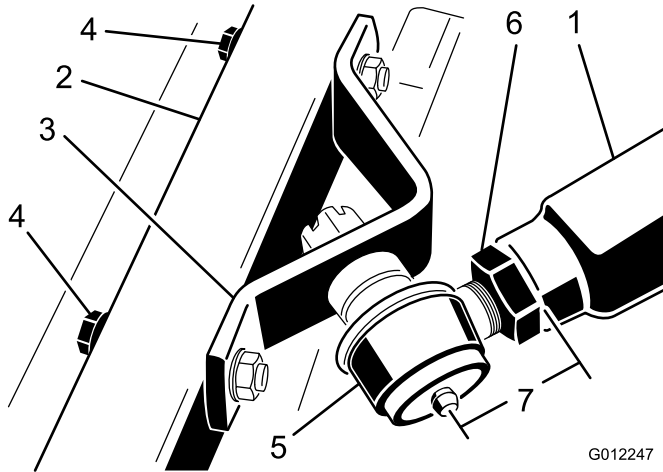

図 6
3. 右側プッシュアームの端部から、ボールジョイントの中心（グリスニップル）までの距離を測定する（図 6）。この距離が 70 mm あれば適正である。所定の距離（70 mm）がない場合には、ボールジョイントをプッシュアームに固定しているジャムナットをゆるめてボールジョイントを左右どちらかに回して長さを調整する（図 6）。この時点ではまだジャムナットを締め付けないこと。
6. ボールジョイントをプッシュアームに固定している大きいジャムナットを締め付ける（図 6）。ジャムナットを締め付ける時に、ボールジョイントがずれないように（カuttingデッキの昇降動作範囲からずれないように）真っ直ぐに保持しておいてください。プッシュアームを押さえつけている角材を注意深く取り除く。